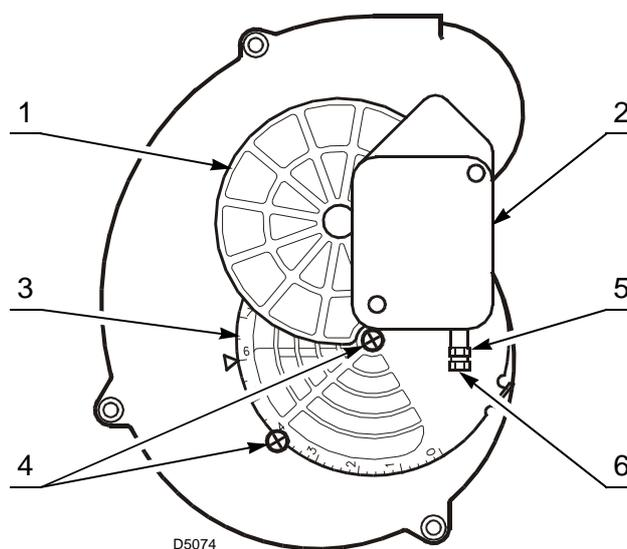

Fig. 14
- La serranda mobile 1)(Fig. 14), azionata dal motorino 2), assicura l'apertura completa della bocca di aspirazione.
La serranda lascia la fabbrica tarata in posizione 6, come indicato in Fig. 14.